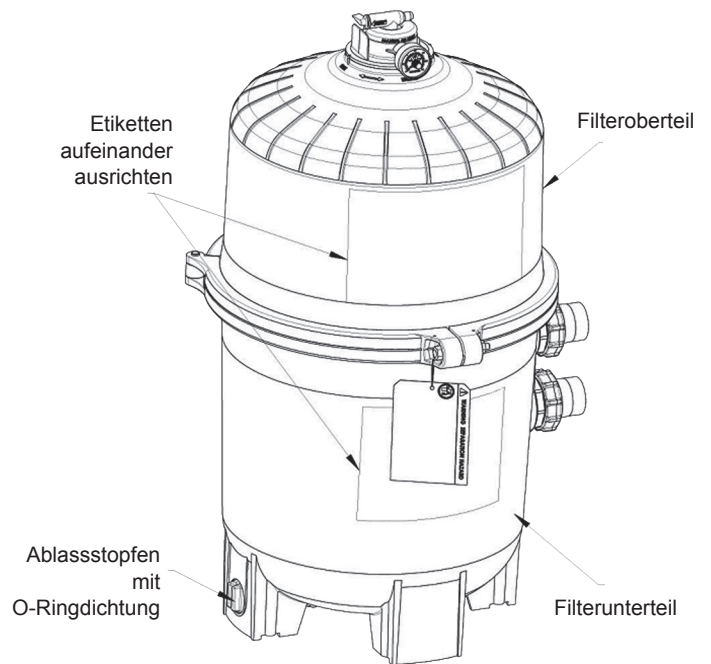

Abbildung 5
1. Den metallverstärkten Dichtring auf das Filterunterteil setzen (Abb. 4). Das Filteroberteil so auf den metallverstärkten Dichtring DEX2422Z2 von Hayward positionieren, dass alle Betriebs- und Sicherheitsetiketten klar lesbar sind und das Filteroberteil mittig auf dem Filterunterteil sitzt. Dann das Filteroberteil gleichmäßig fest andrücken. (Abb. 5)
2. Den Spannring um das Filteroberteil und Filterunterteil legen. Die Enden des Spannringes so positionieren, dass sie an die Betriebs- und Sicherheitsetiketten der beiden Filterteile angrenzen. (Abb. 5)